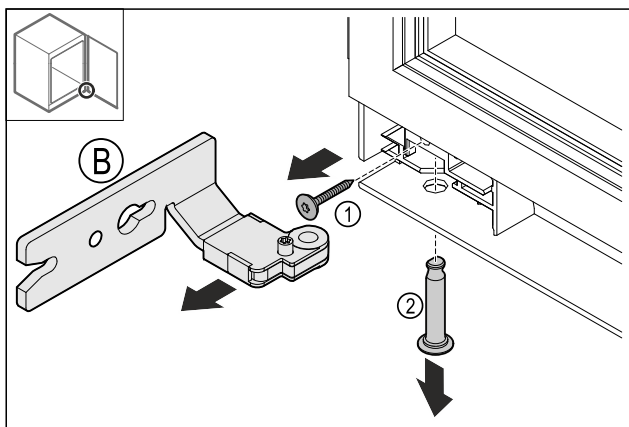

Fig. 15
- ▶ Отстранете винта Fig. 15 (1).
- ▶ Отстранете болта Fig. 15 (2).
- ▶ Отстранете пантата Fig. 15 (B).